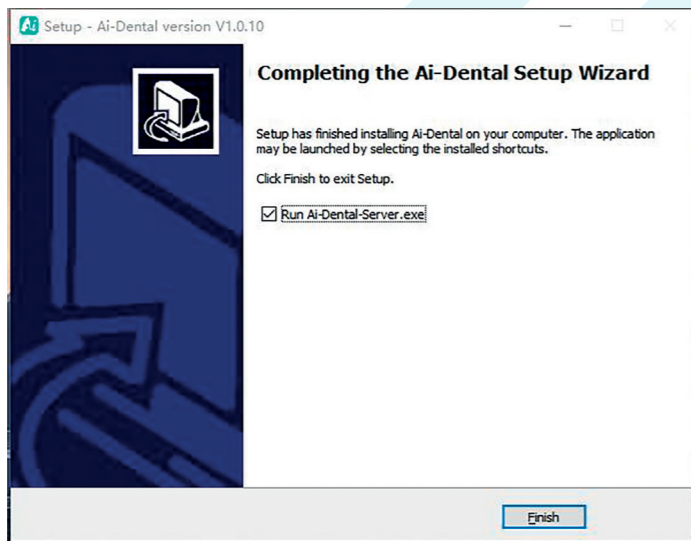

Figure 10
4.1.9 Une fois le logiciel installé, cliquez sur le bouton « Terminer », comme indiqué sur la figure 10 :